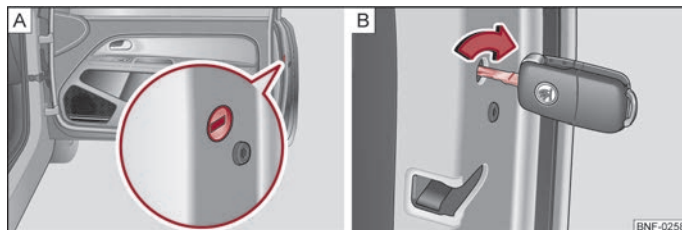

Bild 13 Nödlåsning av dörr
På framsidan av dörrar, vilka inte har någon låscylinder, finns en nödlåsningssmekanism, vilken endast är synlig efter att dörren öppnats ⇒ bild 13 A.
- Sätt i nyckeln i skåran ⇒ bild 13 - A och vrid den för höger dörr till vågrätt läge medurs ⇒ bild 13 - B och för vänster dörr moturs.